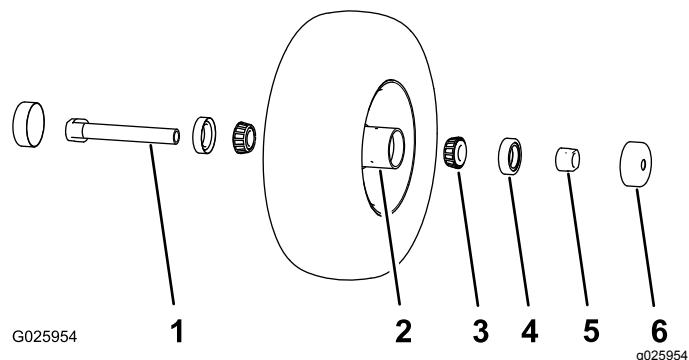

Figure 34
1. Déposez les 2 protège-joints du moyeu de roue (Figure 34).
2. Déposez 1 des écrous d'écartement de l'arbre de la roue pivotante (Figure 34).
**Remarque:** Notez que du frein-filet a été appliqué pour bloquer les écrous d'écartement sur l'arbre de roue (Figure 34).
3. Déposez l'arbre de la roue (en laissant l'autre écrou d'écartement en place) (Figure 34).
4. Faites levier pour extraire les deux joints de roulement (Figure 34).
5. Déposez les deux roulements et vérifiez s'ils sont usés ou endommagés (Figure 34).
1. Posez 1 roulement dans le moyeu de chaque roue (Figure 34).
2. Posez le joint de roulement dans le moyeu sur le roulement (Figure 34).
- C. Vissez l'écrou de l'arbre, les méplats tournés vers l'extérieur, au bout de l'arbre qui est enduit de frein-filet (Figure 34).
4. Insérez l'ensemble écrou et arbre de roue dans la roue, du côté roulement et joint neuf (Figure 34).
6. Insérez l'autre roulement, assorti d'un joint neuf, dans la roue (Figure 34).
9. Reposez les protège-joints sur le moyeu de roue (Figure 34).